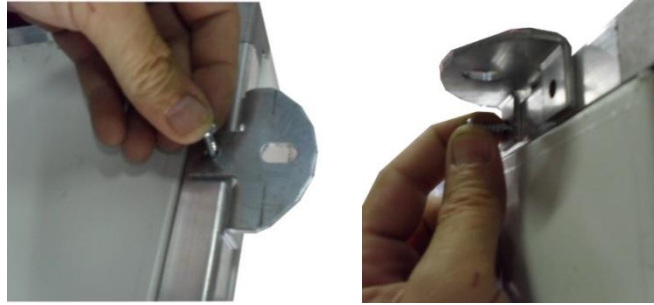

Figura 1 - Fissaggio delle staffe fornite a corredo
- posizionare le staffe di supporto sul lato posteriore dell'unità e fissarle con le viti autoforanti in dotazione, con l'ausilio di un trapano avvitatore (vedi Figura 1);